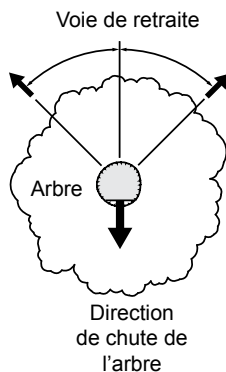

Fig. 23
- > Choisissez votre voie de retraite. Dégagez la zone juste autour de l'arbre et assurez-vous qu'il n'y ait rien qui obstrue la voie de retraite que vous avez choisie. Dégagez une voie de retraite sûre à environ 135° de l'endroit où l'arbre devrait tomber (Fig. 23).